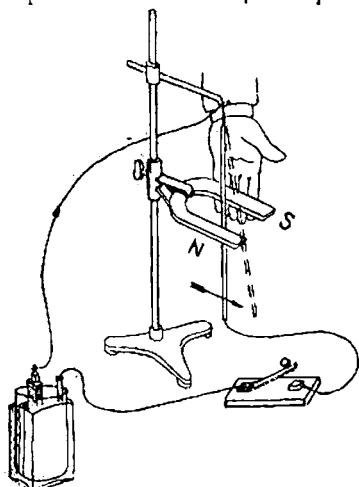

Fig. 4. — Magnetul deviază curentul electric
d) Luăm un magnet în formă de potcoavă și-l fixăm cum se arată în fig. 4. Atârnăm apoi între ramurile magnetului o sărmă subțire și îl legăm capetele la bornele pilei.